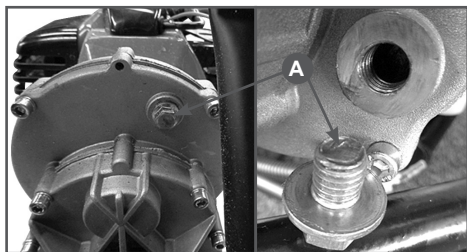

Рис. 2. Проверка наличия смазки
1. Извлеките винт (А) под блоком редуктора и проверьте наличие смазки (Рис.2). При необходимости добавьте 50-100 г универсальной смазки (CHAMPION EP-0).